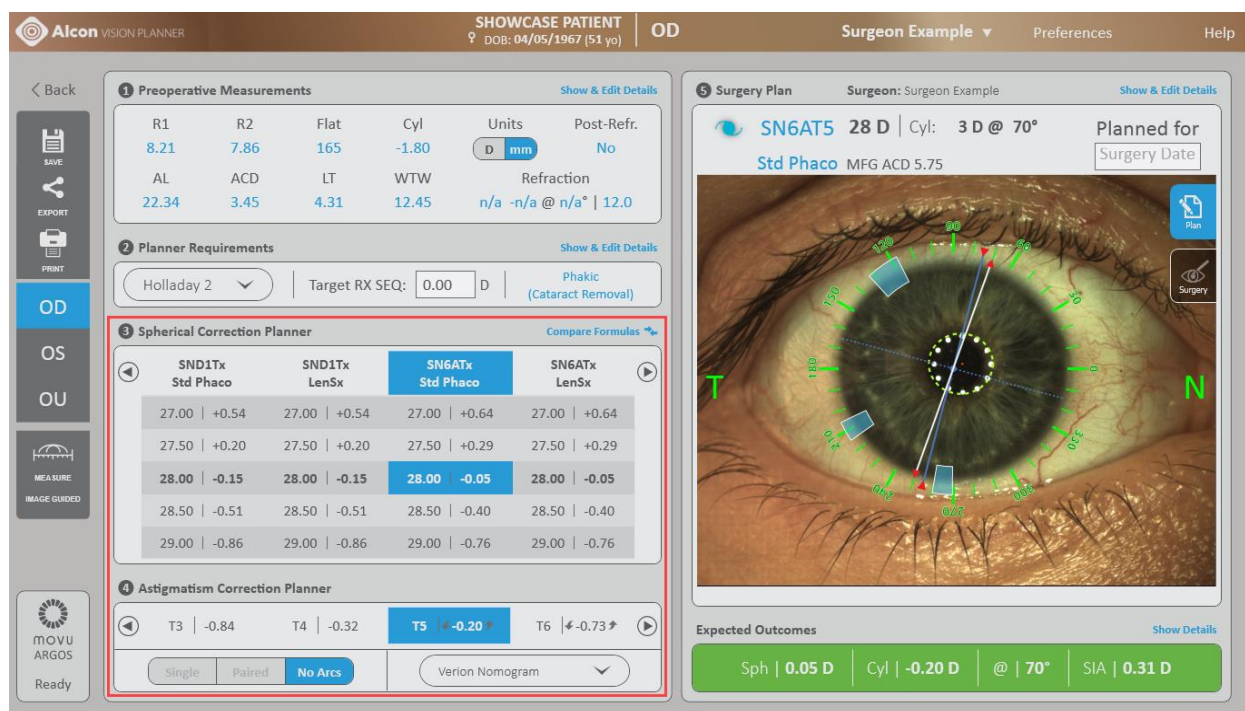

Рисунок 101 Экран планирования: Выбрана модель и оптическая сила линзы
В зависимости от стандартных настроек предполагаемой целевой рефракции и формулы расчета ИОЛ, указанных в настройках профиля, щелкните «Перейти к (2) Требования планировщика» (если для целевой рефракции не были заданы стандартные значения) или «Перейти к (3) Планировщик коррекции сфер. линзой» (рис. 101). Более подробная информация дана в нижеследующих указаниях.